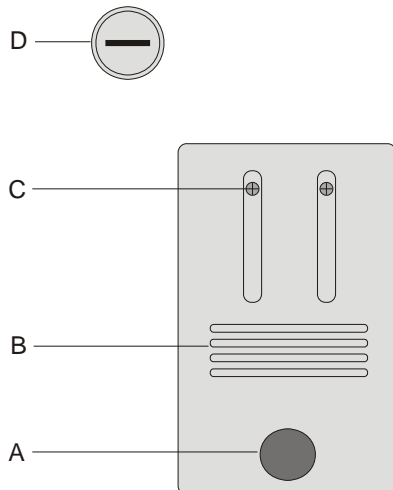

Fig. 1 Tampa do compartimento da lâmpada: A para-fuso de dedo, B fenda de ventilação, C parafusos de fixação da rosca da lâmpada, D suporte do fusível
- Soltar o parafuso C do compartimento da lâmpada e desloca-lo para fora de modo que se encontrem na mesma posição que na fig. 1.